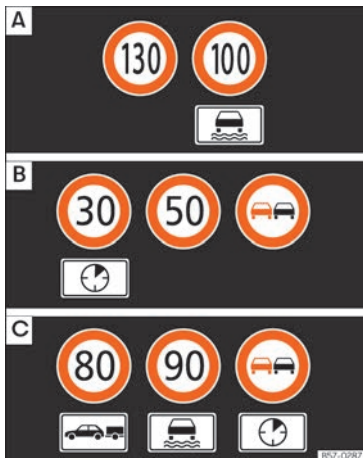

Abb. 70 Am Bildschirm des Kombi-Instruments: Beispiele für erkannte Geschwindigkeitsbeschränkungen oder Überholverbote mit den entsprechenden Zusatzzeichen.
Die vom System erkannten Verkehrszeichen werden am Bildschirm des Kombi-Instruments »» **Abb. 70** und je nach installiertem Navigati-
Bei eingeschalteter Verkehrszeichenerkennung erfasst das Fahrzeug die vor ihm befindlichen Verkehrszeichen über eine Kamera an der Basis des Innenspiegels. Nach Überprüfung und Auswertung der Informationen der Kamera, des Navigationssystems sowie der aktuellen Fahrzeugdaten werden bis zu drei aktuelle Verkehrszeichen **» Abb. 70 [B]** mit den entsprechenden Zusatzinformationen angezeigt.
- **Erste Stelle:** Das für den Fahrer gegenwärtig gültige Verkehrszeichen wird auf dem Display links angezeigt. Zum Beispiel die Geschwindigkeitsbegrenzung **130 km/h (100 mph)** **» Abb. 70 [A]**.
- **Dritte Stelle:** An dritter Stelle steht ein Zeichen, das nur beschränkt gültig ist, zum Beispiel ein Überholverbot für einen bestimmten Zeitraum **» Abb. 70 [C]**.